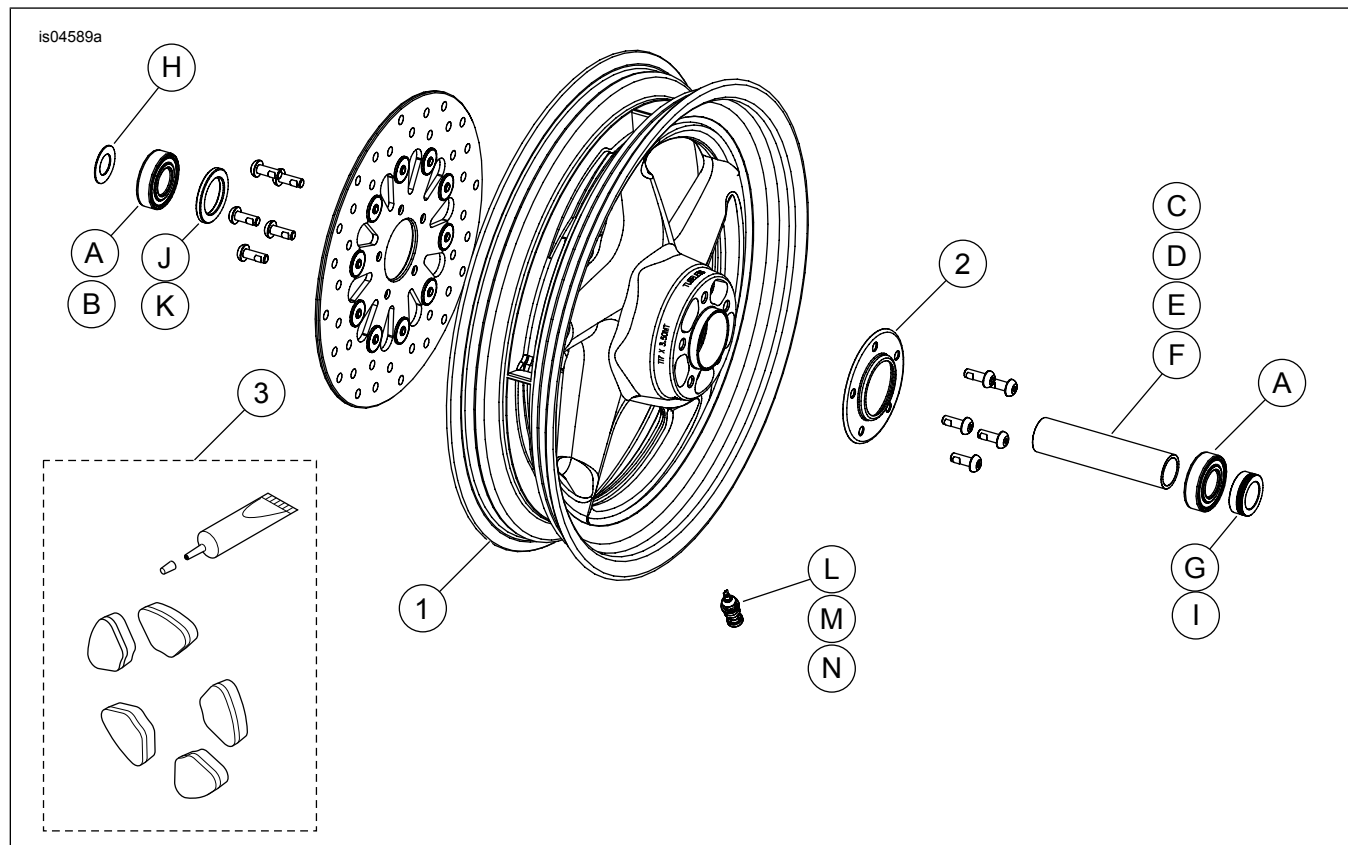

Figure 2. Roue avant Reaper (roue de 21 pouces illustrée)
- Voir Figure 2. Installer l'ensemble de tige de soupape (L) sur la roue. Voir PNEUS dans le manuel d'entretien.